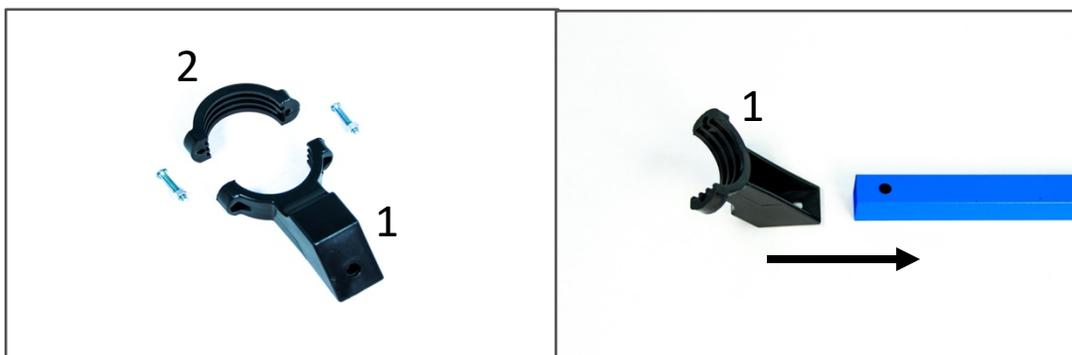
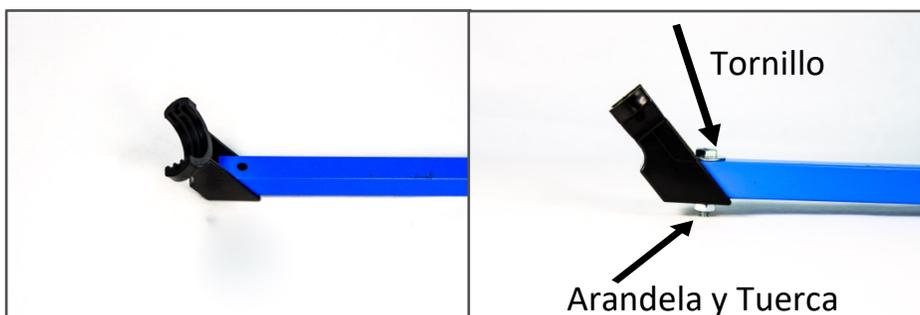

Imagen 11. Base del LNB.
Imagen 12. Instalación Base del LNB.
La imagen 11 muestra la base del LNB (izquierda), la pieza que tiene el número 1 se debe acoplar en el extremo del brazo del LNB (derecha de la Imagen 11). Luego de juntar estas dos (2) piezas se usa el tornillo de cabeza hexagonal 1/4\*32, la arandela y la tuerca para apretar ambas partes, ver Imagen 12.